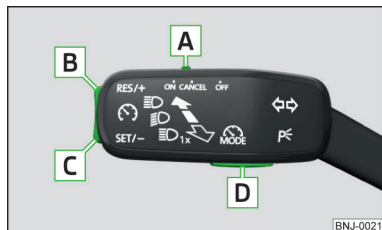

Fig. 205
Prezentare generală a elementelor de operare a GRA » fig. 205
- ▶ Prin apăsarea tastei **D** » fig. 205.
- Prin acționarea tastei **D** » fig. 205 în timpul reglării, aceasta se întrerupe și se dezactivează limitatorul de viteză.